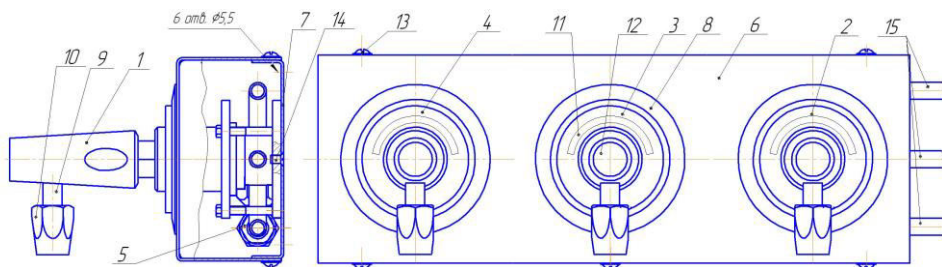

Рис.1 СКБ-1 ДЖЕТ 394 00 00 00
4.1 СКБ-1 в сборе (см. рис.1) состоит из трех штекеров газовых 1, трех клапанов газовых 2,3,4, коробки монтажной, состоящей из крышки 6 и основания 7
4.6. Для выключения СКБ-1 необходимо нажать до упора на соответствующую планку запорную 8 (см. рис.1) и вынуть штекер газовый 1 из клапана газового.
5.1 Для установки СКБ-1 см. рис.1 необходимо: